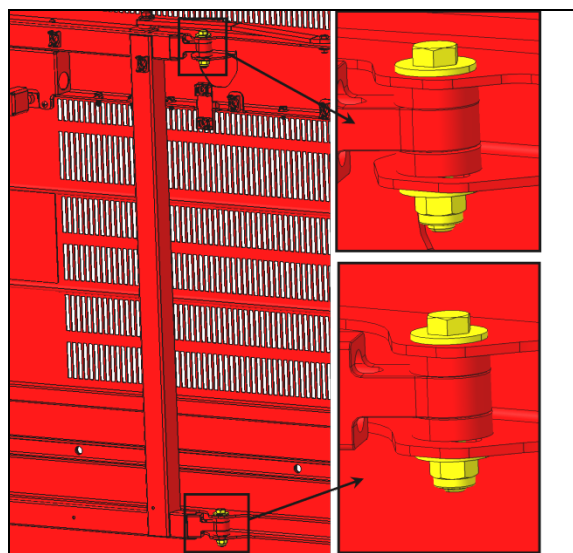

FIGURE 113:
4. Si la position verticale est hors tolérance, vous pouvez ajuster la porte en utilisant le jeu aux points d'attache entre les bras et la porte (FIGURE 113:).